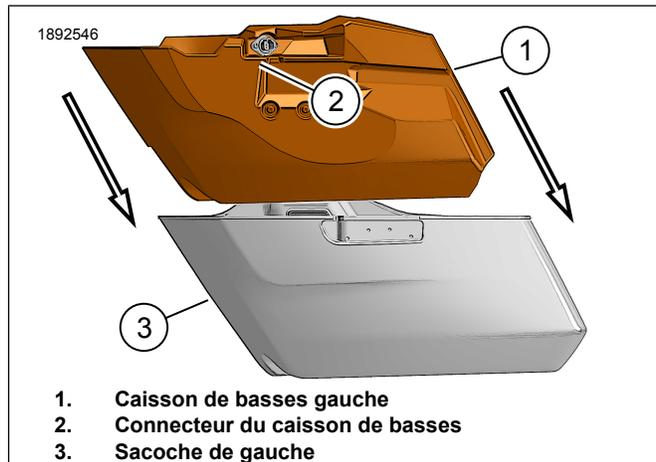

Figure 7. Installez le caisson de basses
1. Voir la Figure 7. Installez le caisson de basses (1) dans la sacoche (3).
- a. Installez le connecteur du caisson de basses du faisceau de câbles dans le connecteur du caisson de basses (2).